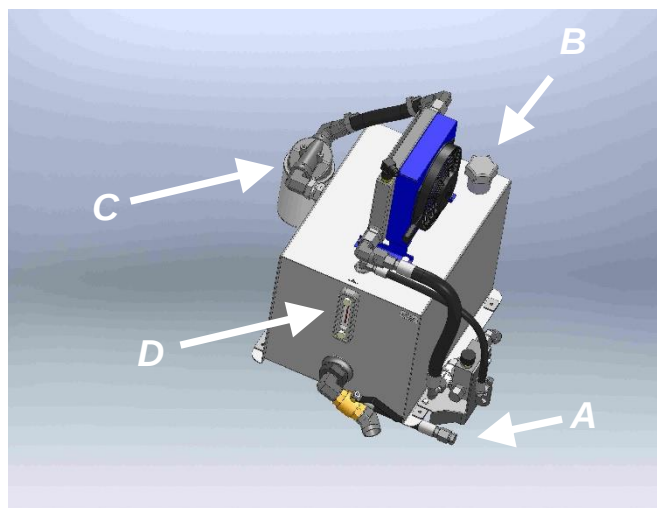

Figure 23C
- ☞ Réservoir d'huile [Figure 23C] de l'option pompe PDF utilise de l'huile trans-hydraulique claire. Contenance : 70 litres.
Changer l'huile et le filtre du réservoir [figure 23C] du système d'entraînement pompe PDF au début de chaque saison des semis ou d'application. Les changements de température durant la saison morte provoquent de la condensation sur les parois de la transmission, réduisant ainsi l'efficacité de la lubrification.
Pour vidanger l'huile, enlevez le bouchon de vidange [figure 23C, **A**] au bas du réservoir. Pour faciliter l'écoulement, enlevez le bouchon de remplissage [figure 23C, **B**] et le filtre [figure 23C, **C**]. Réinstallez le bouchon de vidange et un nouveau filtre, puis remplissez le réservoir avec de l'huile trans-hydraulique claire jusqu'au niveau recommandé, environ 70 litres. Une fenêtre indique le niveau d'huile à froid [figure 23C, **D**].